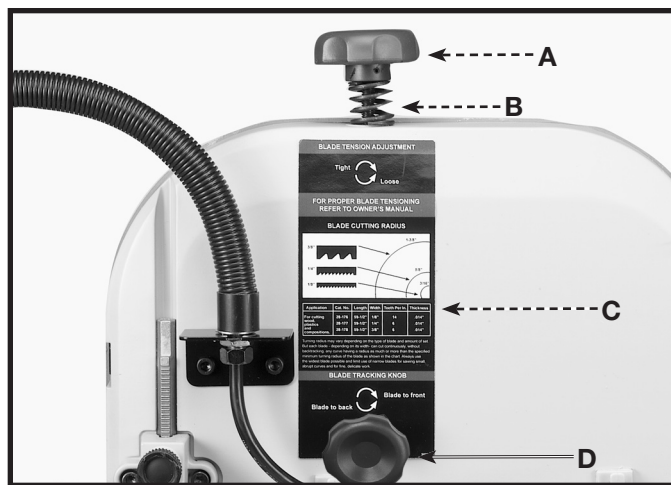
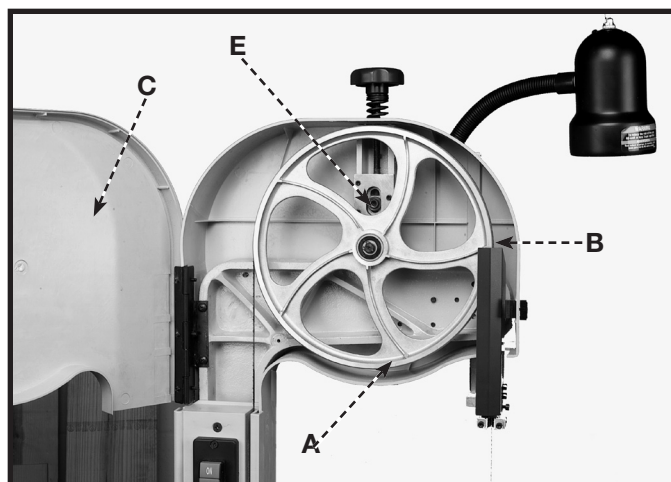

Fig. 24
Fig. 25
1. Para instalar la hoja deseada, afloja de tornillo (E) Fig. 25 con 5 mm llave inglesa del mal de ojo proporcionada y gira el de la perilla de la tensión (A) Fig. 24, a la derecha hasta que la primavera (B) comience a comprimir.
2. Gire entonces la perilla de tensión (A) Fig. 24 unas 2-1/2 vueltas completas adicionales para hojas con ancho de 1/8 pulg., 3 vueltas completas adicionales para hojas de 1/4 pulg. y 4 vueltas completas adicionales para hojas de 3/8 pulg. Apriete el del tornillo (E) Fig. 25.
3. Existe un útil cuadro (C) Fig. 24 en la parte posterior de la sierra de cinta que muestra la selección de la hoja y el radio mínimo que puede cortarse con cada hoja.
2. Abierto el dependido de la puerta (C) Fig. 25.
3. Si resulta necesario efectuar un ajuste, gire la perilla de compensación de la hoja (D) Fig. 24 y 26, **LIGERAMENTE** en el sentido de las agujas del reloj para mover la hoja hacia la parte posterior, y en sentido inverso para mover la hoja hacia el frente. **AVISO:** Se requiere muy poco movimiento de la perilla de ajuste de compensación de hoja (D) para permitir que la hoja se mueva.
3. El cojinete de apoyo de la hoja inferior (E) Fig. 29 debe ajustarse para apoyar la parte trasera de la hoja durante la operación de corte, así como para impedir que la hoja de la sierra sea empujada hacia atrás excesivamente, lo que podría resultar en daño a las dientes de la hoja. El cojinete de apoyo (E) Fig. 29 debe ser fijado aproximadamente 1/32 pulg. detrás de la hoja al aflojar el tornillo (F) Fig. 24 y moviendo el eje (G) hacia adentro o afuera. Apriete entonces el tornillo (F).